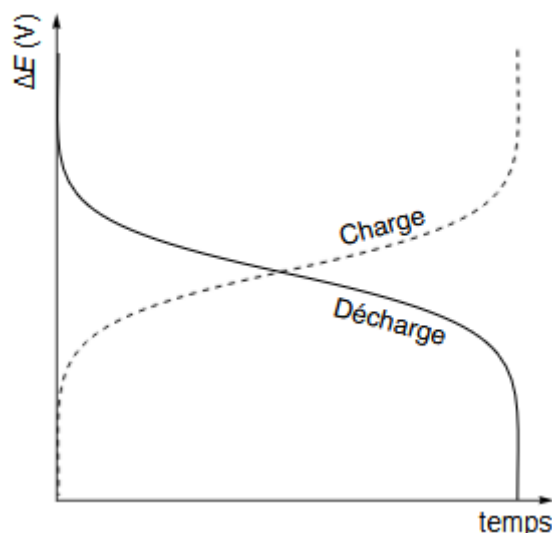

Figure 5. Courbes chronopotentiométriques pour une charge et une décharge.
Une des analyses usuelles pour suivre l'évolution du fonctionnement d'une batterie est la chronopotentiométrie, où le système est soumis à des cycles de charges/décharges. Durant chaque cycle, le courant est maintenu constant (il sera dans notre cas le même, en valeur absolue, entre charges et décharges). S'il est suffisamment faible, le comportement des couples rédox suit à chaque instant la relation de Nernst. Si les pertes sont négligeables, la Figure 5 donne un exemple pour une charge et une décharge.
- 18- En déduire une relation entre la tension appliquée, les potentiels standard, le courant appliqué, le temps écoulé et C_0 . Confirmer les tendances de la Figure 5.